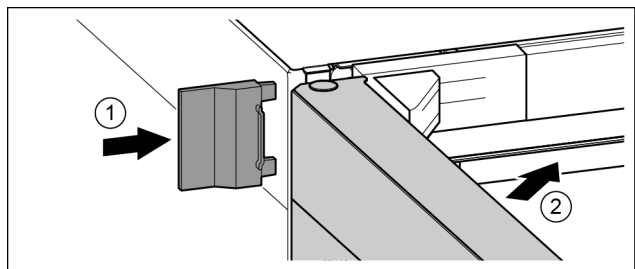

Fig. 23
- Äußere Abdeckung aufschieben. Fig. 23 (1)
- Obere Tür schließen. Fig. 23 (2)